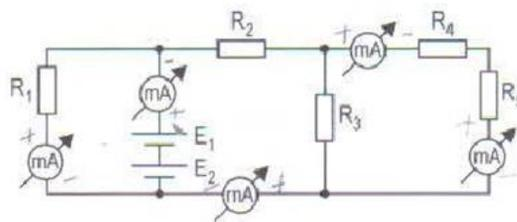

Figura 4.4
- 1) Indique no esquema da Figura 4.4 a polaridade correta de cada medidor.